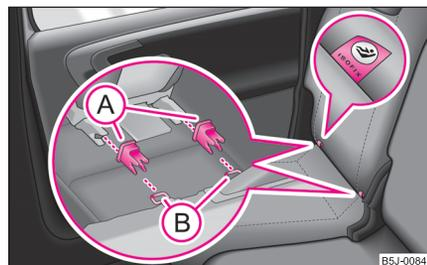

Abb. 142 Halteösen
- Stecken Sie die Aufnahmetrichter **(A)** auf die Halteösen **(B)** zwischen Rückenlehne und Sitzfläche ⇒ **Abb. 142.**